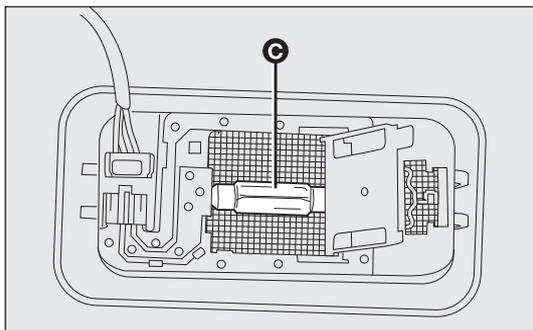

fig. 170
- remplacer l'ampoule C-fig. 170 en la dégageant des contacts latéraux, puis monter la nouvelle ampoule en s'assurant qu'elle soit correctement bloquée entre ces contacts ;